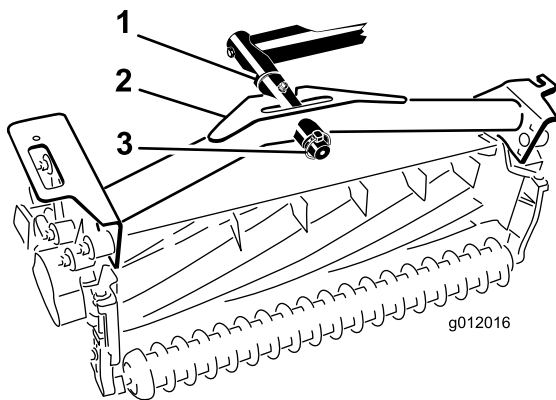

図 20
2. ピボット・ロッドに、カッティングユニットのキャリアフレームを取り付け、リンチ・ピンで固定する（図 20）。